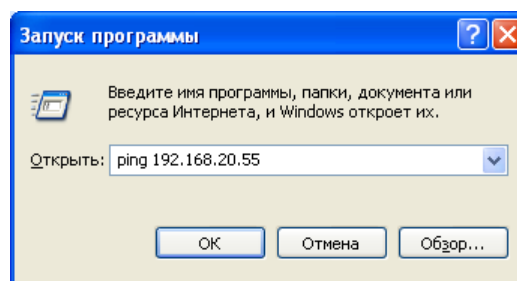
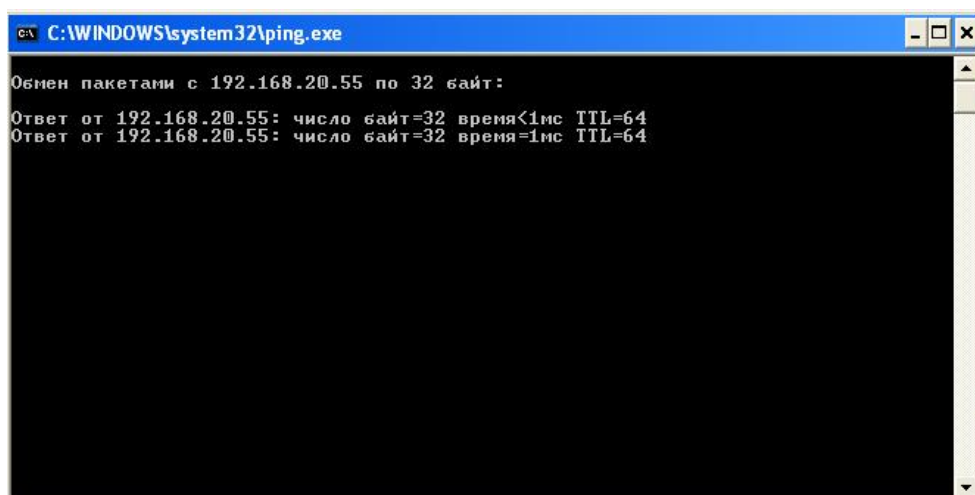

Рисунок 212
Рисунок 223
- 4) Выберите пункт меню "Пуск/Выполнить", выполните команду *ping адрес_контроллера* (например, ping 192.168.20.55) и убедитесь в наличии ответа на команду (см. Рисунок 212 - Рисунок 223).